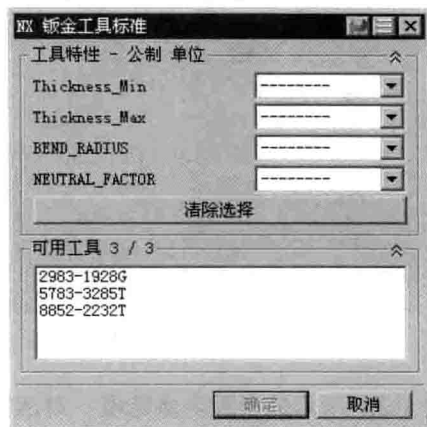

图 1.2.6 “NX 钣金工具标准”对话框
- ☑ **刀具 ID 选择** 单选项：选中该单选项时，单击右侧的 **选择刀具** 按钮，系统弹出图 1.2.6 所示的“NX 钣金工具标准”对话框，可在该对话框中选择钣金标准工具，以定义钣金的折弯参数。